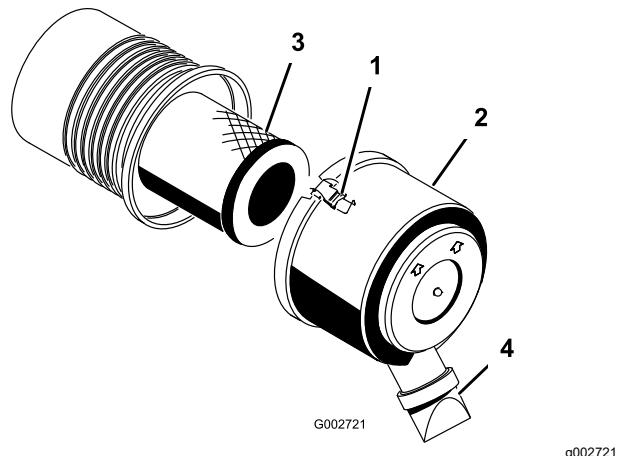

Figura 29
1. Liberte os trincos que fixam a cobertura do filtro de ar ao respetivo corpo (Figura 29).